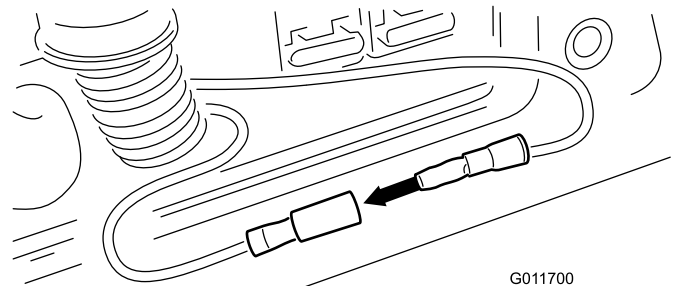

Bild 59
4. Stellen Sie den Schlüssel auf AUS, entfernen die Kappe von den Schaltdrähten und stecken die Drähte zusammen (**Bild 59**).